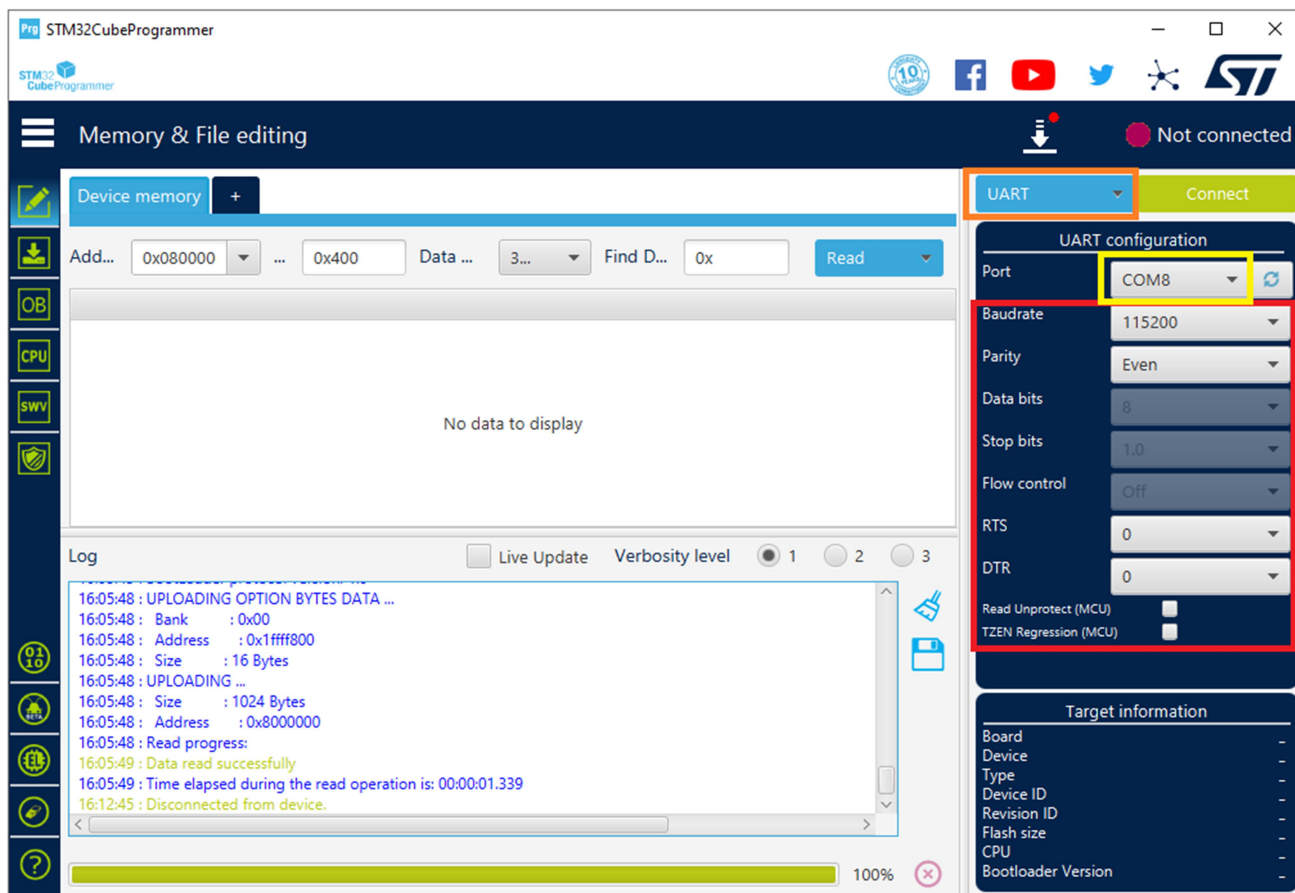

Рисунок 3
4) В программе «STM32CubeProgrammer» выставить режим UART (выделено оранжевой рамкой, рис. 3), и ввести следующие настройки (выделено красной рамкой, рис. 3), выбрав также правильный COM-порт (выделено жёлтой рамкой, рис.3).